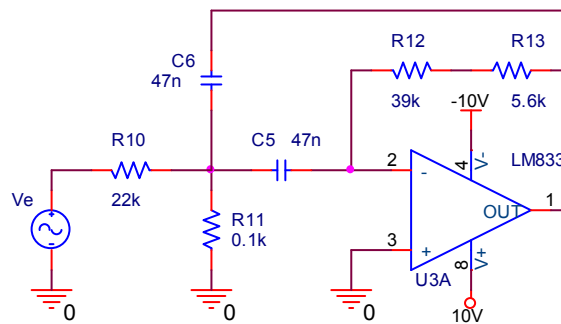

Figura 3
- 7) Implemente el filtro pasa banda tipo Butterworth de banda ancha con un solo amplificador operacional como el que se muestra en la figura 3 y complete la tabla 2.